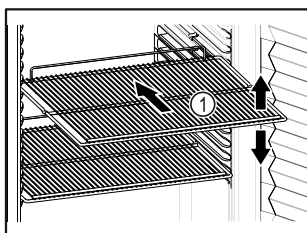

Fig. 73 Immagine a titolo di esempio
- ❑ Se i ripiani Fig. 73 (1) sono spostati, adattare i ripiani in base all'altezza.